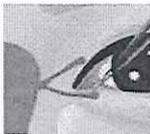

Figura 2.
- 1- que lo guíe recto y no en ángulo. Si se introduce en ángulo puede provocar que el cable del insertador perforo o rasgue el cuerpo del ocluser. (véase Figura 2)